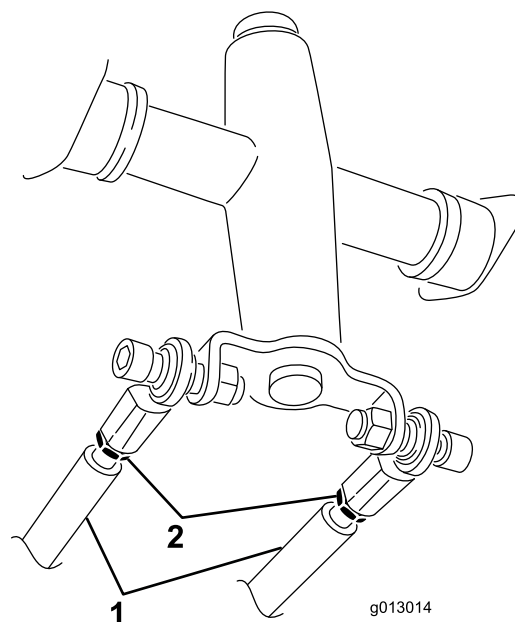

Figure 52
3. Desserrez les écrous de blocage sur les tiges de déplacement, sous le panneau de commande (Figure 52).